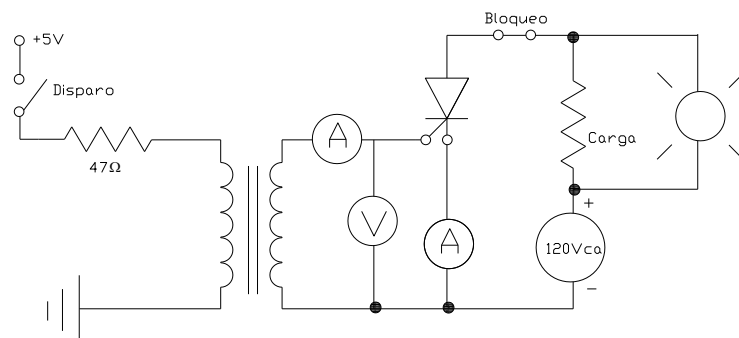

Figura 3.4: Circuito de disparo con transformador y apagado natural.
15. Arme el siguiente circuito de la figura 3.4, que muestra el circuito de disparo con transformador y apagado natural (cruce por cero).